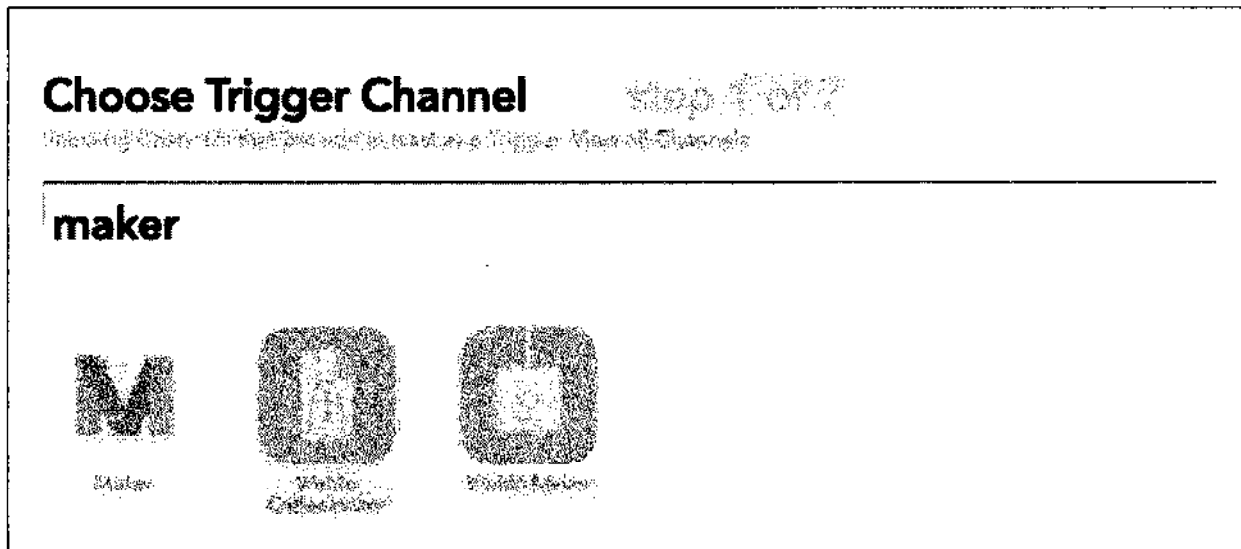

Рис. 6.3. Создаем канал и правило на сайте IFTTT
10. На сайте IFTTT создайте новое правило и выберите канал **Maker** в качестве триггера (рис. 6.3).